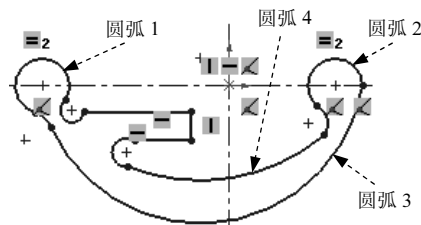

图 6.5 添加“重合”约束
Step 2 添加图 6.5 所示的“重合”约束。按住 Ctrl 键，选择图 6.5 所示的圆弧 1 的圆心和水平中心线，系统弹出“属性”对话框，在 **添加几何关系** 区域中单击 **重合(D)** 按钮；按住 Ctrl 键，选择图 6.5 所示的圆弧 2 的圆心和水平中心线，系统弹出“属性”对话框，在 **添加几何关系** 区域中单击 **重合(D)** 按钮；按住 Ctrl 键，选择图 6.5 所示的圆弧 2 和圆弧 3 的交点，再选中水平中心线，系统弹出“属性”对话框，在 **添加几何关系** 区域中单击 **重合(D)** 按钮；按住 Ctrl 键，选择图 6.5 所示的圆弧 4 的圆心和原点，系统弹出“属性”对话框，在 **添加几何关系** 区域中单击 **重合(D)** 按钮。